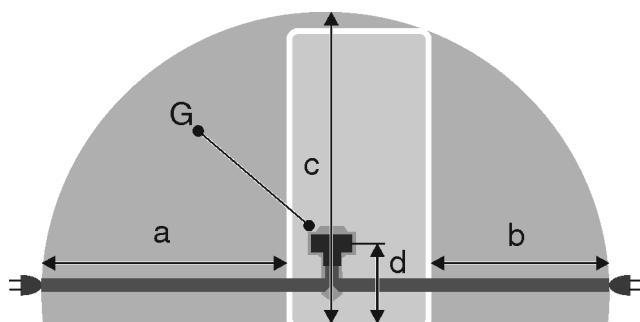

Fig. 30 *
- Utičnica se ne nalazi iza uređaja, nego u područjima a ili b Fig. 30 (a, b, c).
- Utikač uređaja Fig. 30 (G) utaknite na stražnju stranu uređaja. Pripazite da ispravno uskoči.